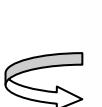

Figura 1
- Girar el mando de accionamiento en sentido anti-horario de modo que este quede en la "posición paro", (figura 1).